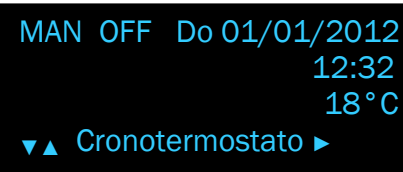

FIG. 4-30
- scorrere il menù con il tasto  fino a trovare la sezione "Cronotermostato" (fig. 4-30);